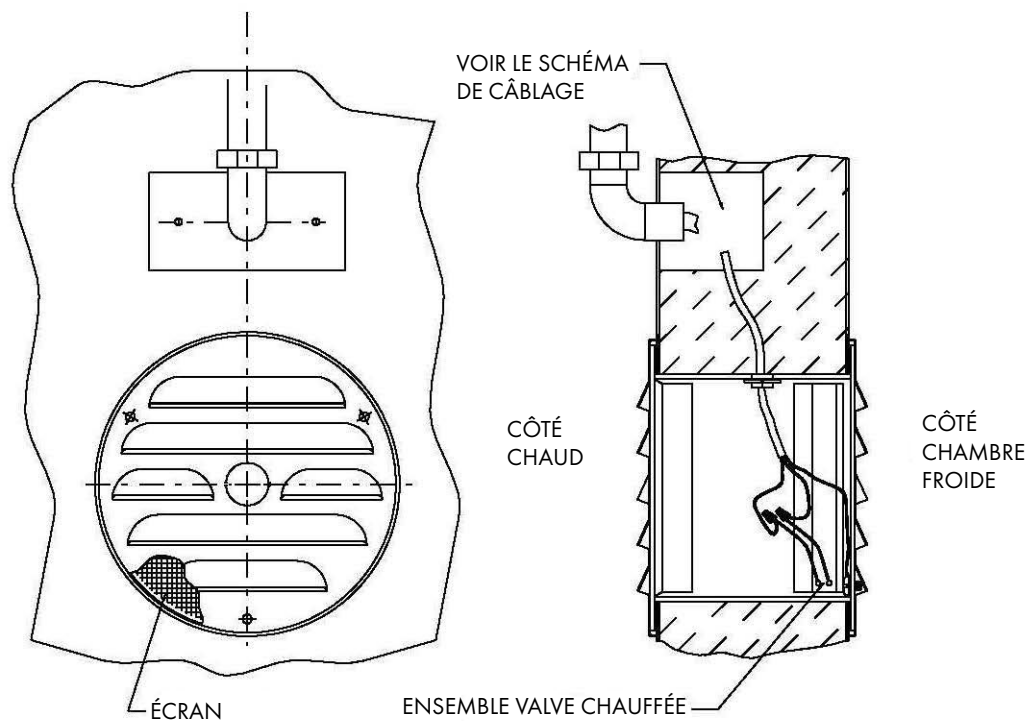

FIGURE 2
3. Découper un trou pour la boîte de raccordement à l'extérieur (côté chaud) du panneau, la taille et la forme du trou adaptées à la boîte de raccordement à utiliser. Placer la boîte à moins de 61 cm du PRP (Figure 2).
4. Au milieu du trou de 12,2 cm, prévoir un trou pour le passage du cordon à travers l'isolant et dans le trou de la boîte de raccordement (Figure 2).